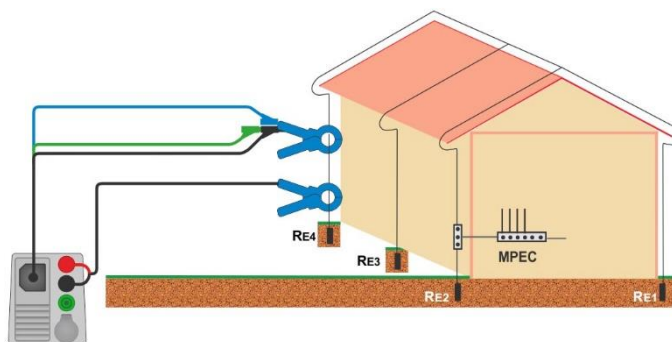

Abbildung 7.19: 2-Zangen Erdungswiderstandsmessung
- › Stromzangen am Prüfobjekt, siehe **Abbildung 7.19**.